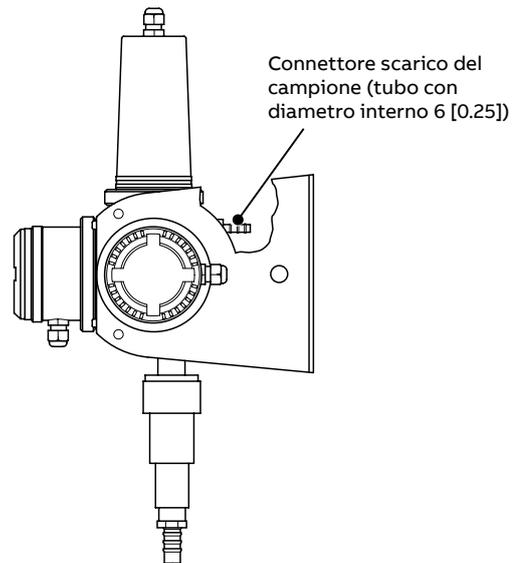

Figura 4 Serie 4690 – Posizione del connettore uscita campione
- 3 Collegare il tubo di uscita campione. Fare riferimento alla Figura 4